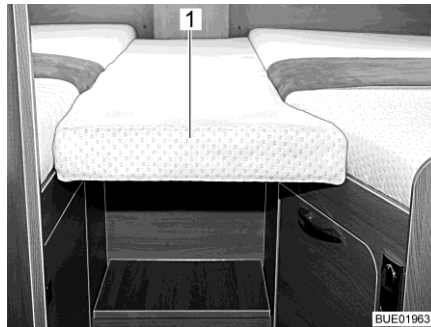
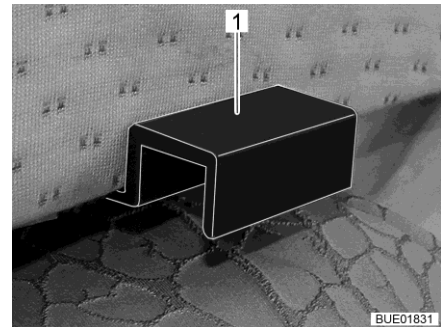

Fig. 152 Coussin supplémentaire
Fig. 153 Fixation du coussin supplémentaire
- Accrocher le coussin supplémentaire (Fig. 152,1) avec les fixations (Fig. 153,1) dans les caches des lits simples de manière à ce qu'il se forme un couchette complète.